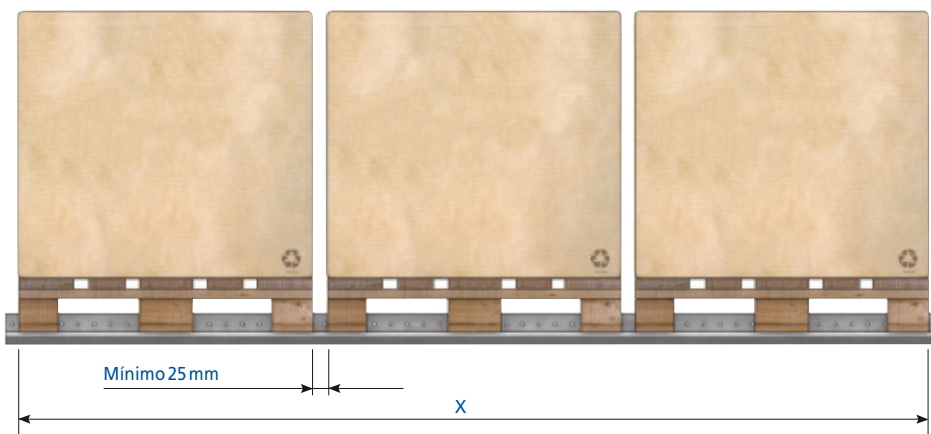

Figura 4
- X: suma de la profundidad de todos los palets (contando la medida de la carga si esta sobresale) más una holgura por unidad de carga de, como mínimo, 25 mm (figura 4).
Para las holguras en profundidad se ha de aplicar el mismo criterio que con el carril GP (figura 4).